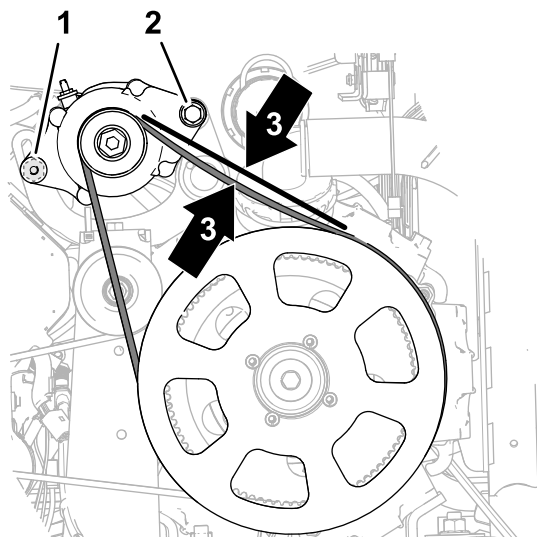

Figura 183
4. Gire el alternador (Figura 183) hacia arriba para aumentar la tensión de la correa hasta que la correa se desvíe 9,5 mm al aplicar una fuerza de 4,5 kg en el punto intermedio entre la polea del alternador y la polea de transmisión (279 mm).